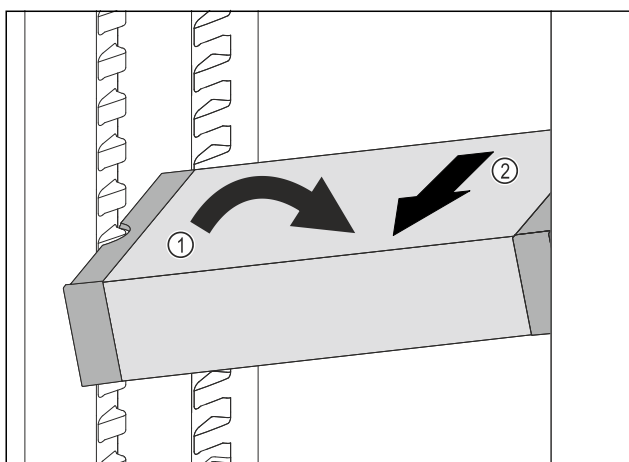

Fig. 132
- ▶ VarioSafe postavte v chladničke šikmo. Fig. 132 (1)
- ▶ VarioSafe vyberte dopredu. Fig. 132 (2)